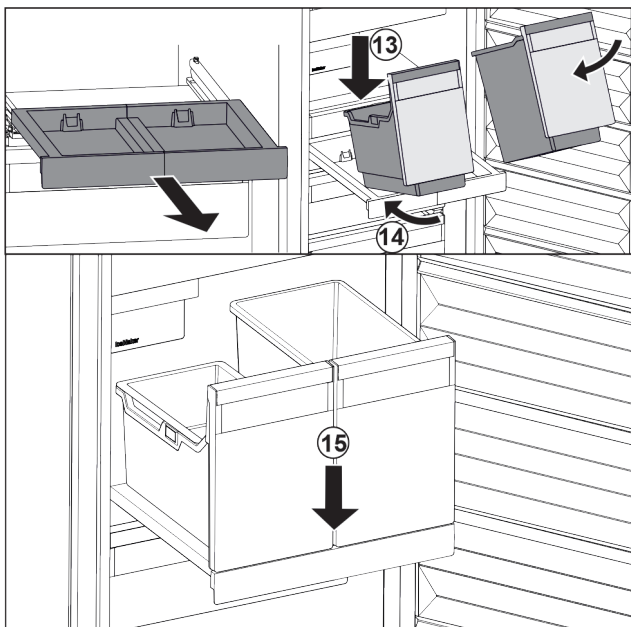

Fig. 28
- ▶ Placer les bacs sur le compartiment coulissant en les inclinant. Fig. 28 (13)
- ▶ Pousser les bacs jusqu'au fond en les inclinant. Fig. 28 (14)
- ▶ Déposer les bacs par l'avant. Fig. 28 (15)